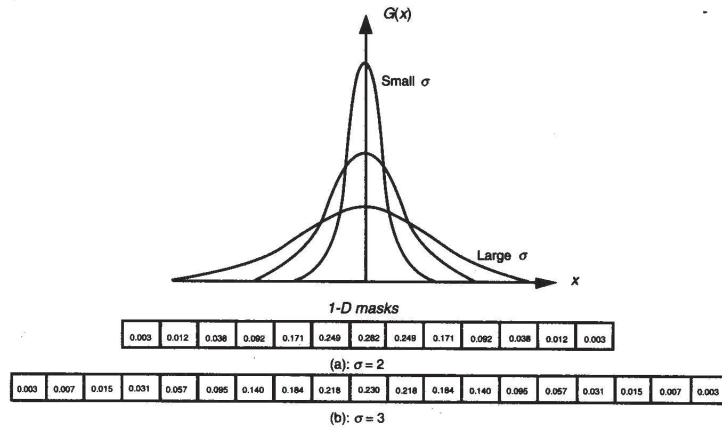

Figure 1:
- 2.c Il existe d'autres types de filtres lissants parmi lesquels des filtres dit Gaussien. L'opération de filtrage consiste à faire une convolution entre l'image originale et un filtre Gaussien (obtenu par discrétisation d'une fonction Gaussienne) à une dimension suivant la direction verticale puis horizontale. Le degré de lissage dépend de la forme de la Gaussienne (voir figure 1).